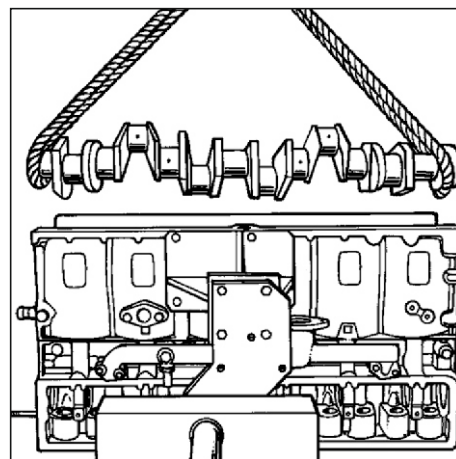

Рис. 41. Снятие коленчатого вала.
6. Снять вал коленчатый (650.1005010) с помощью кран-балки и подвески (см. **Рис. 41**).